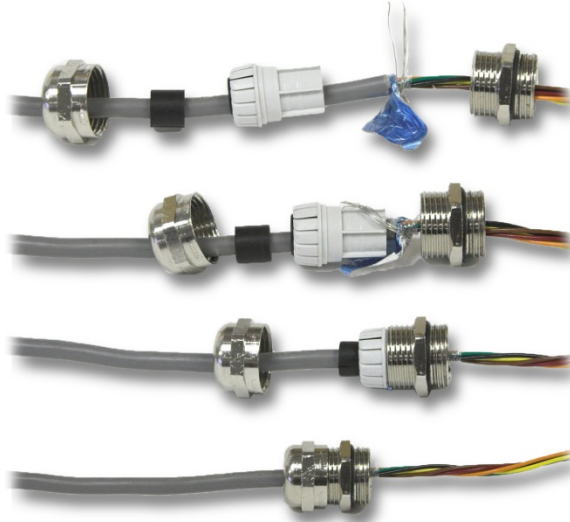
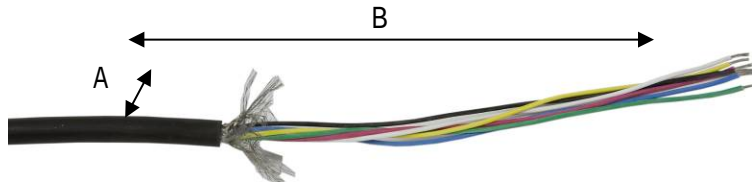
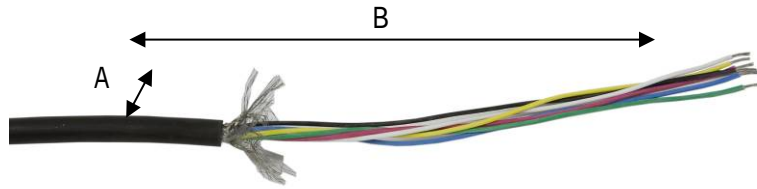

Abbildung 2-28: Erdung der Kabelabschirmung
Abbildung 2-35: Präparieren des Wägezellenkabels
Abbildung 2-38: Präparieren des Wägezellenkabels
- Die Kabelabschirmung sollte am Gehäuse geerdet werden, indem die Abschirmungsdrähte wie oben in Abbildung 2-28 gezeigt gespreizt und anschließend rückwärts über die Kunststoffkomponente des Kabelstutzens gebogen werden, bevor sie auf den Gewinderumpf gepresst werden.
Die Enden aller Wägezellenkabel wie in Abbildung 2-35 und Tabelle 2-4 dargestellt präparieren. Sicherstellen, dass die Abschirmung so wie in Abbildung 2-28 dargestellt am Kabelstutzen angeschlossen ist.
Die Enden aller Wägezellenkabel wie in Abbildung 2-38 und Tabelle 2-5 dargestellt präparieren. Sicherstellen, dass die Abschirmung so wie in Abbildung 2-28 dargestellt am Kabelstutzen angeschlossen ist.
Ein Beispiel für einen Anschluss eines externen RS-485-Geräts an den seriellen COM2-Port ist der Abbildung 2-35 zu entnehmen, da RS-232-Anschlüsse für COM1 und COM2 ähnlich sind. Ein Beispiel für einen Anschluss eines RS-485-Geräts finden Sie in Abbildung 2-44.